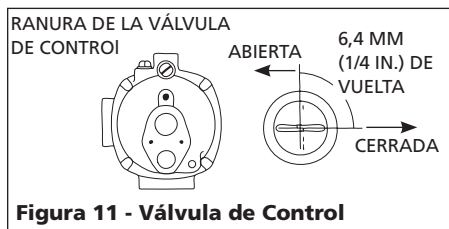

Figura 11 - Válvula de Control
NOTA: Cuando se use la bomba para pozos profundos con el eyector de chorro para pozos pocos profundos que se ha acoplado con pernos, asegúrese de que la ranura de la válvula de control esté en posición vertical (abierta) en todo momento (Figura 11, página 30).
- Cierre la válvula de control y abra un grifo que este cerca (Figura 11).